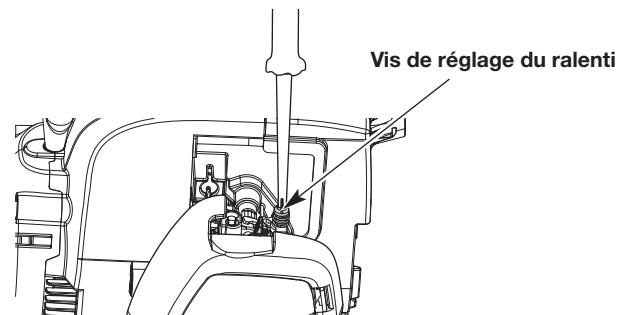

Fig. 18
- Si le moteur s'arrête, insérez un petit tournevis à pointe cruciforme pour tourner la vis du ralenti dans le sens horaire, de 1/8 de tour à la fois (comme nécessaire) jusqu'à ce que le moteur tourne au ralenti (Fig. 18).
- Si le moteur tourne trop rapidement au ralenti, tournez la vis de ralenti dans le sens antihoraire, d'un 1/8 de tour à la fois (si nécessaire) pour réduire la vitesse de ralenti (Fig. 18).